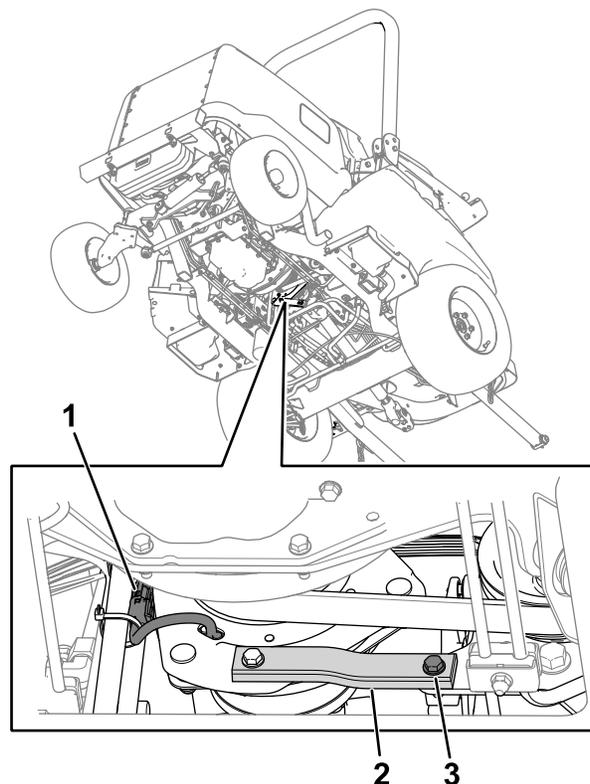

Figura 79
2. Scollegate il connettore del cablaggio preassemblato della frizione dal cablaggio preassemblato della macchina (Figura 79).
3. Rimuovete il bullone, la rondella e il dado dai cinghioli in gomma e in metallo (Figura 79) sul telaio.